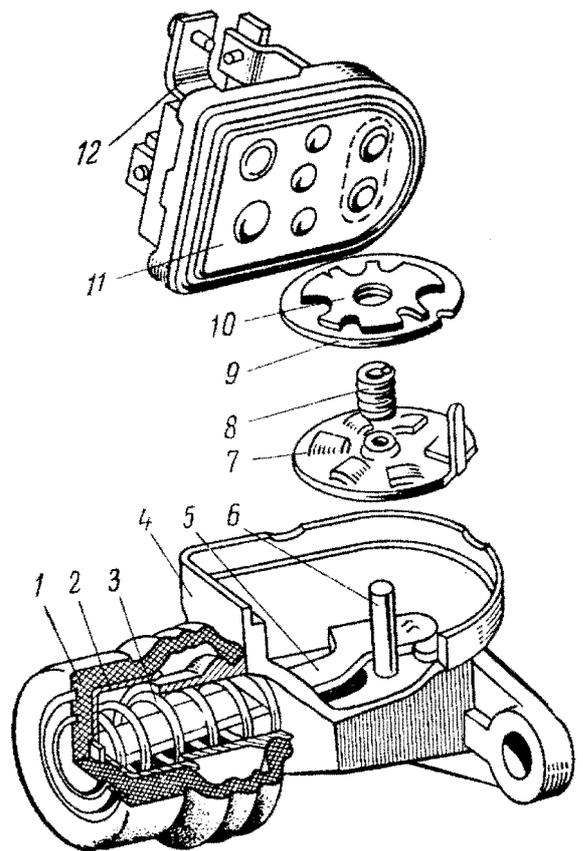

Рис. 202. Ножной переключатель света:
**Ножной переключатель света П39.** Устройство переключателя показано на рис. 202. При нажиме плунжер переключателя должен свободно перемещаться и возвращаться в исходное положение после снятия нагрузки. Поврежденный резиновый защитный уплотнитель следует заменить.